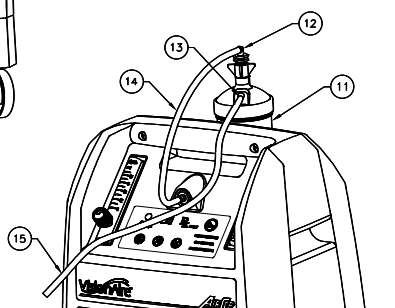

Abb. I.3
I. 3. Installation des Befeuchters (optional) (Abb. I. 3)	2-DE
I. 3. Installation des Befeuchters (optional) (Abb. I. 3)